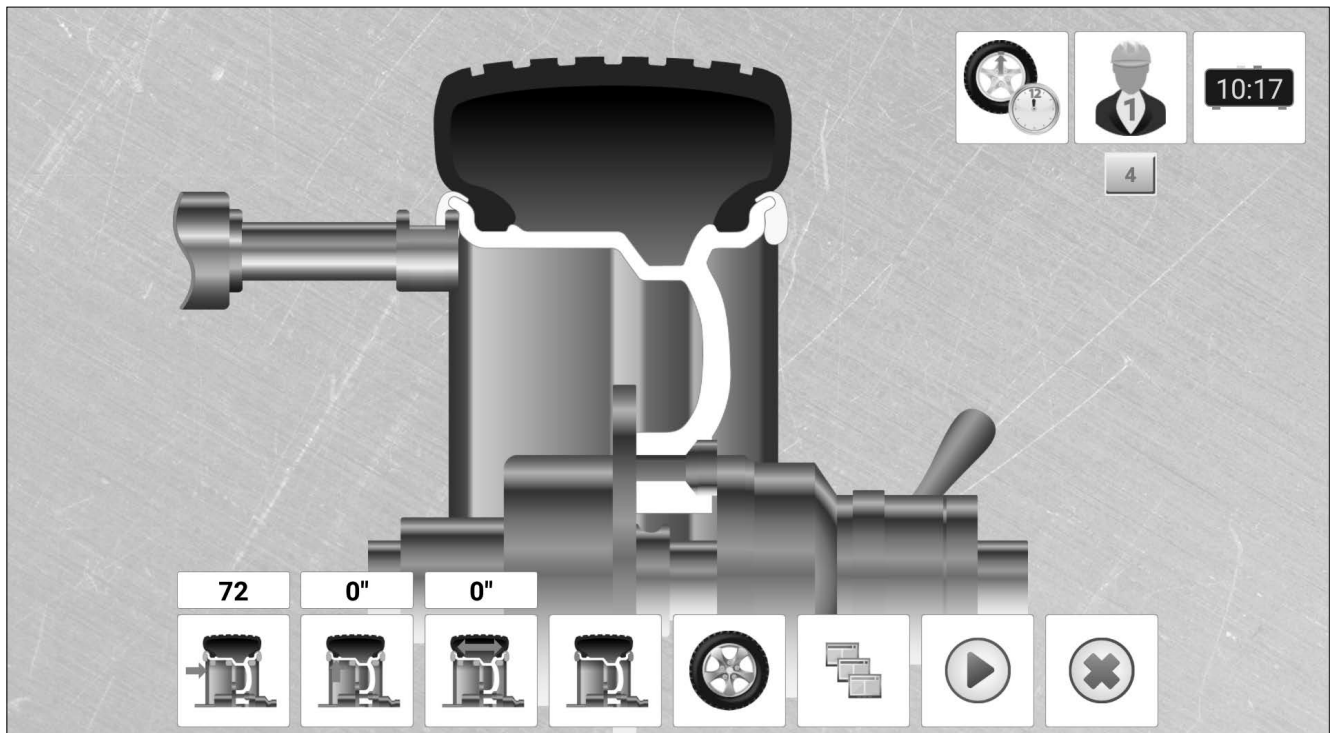

Рис.9. Линейка, положение 1
6.3.4 Выдвинуть линейку до касания предполагаемого места крепления левого грузика, при этом на экране появится изображение линейки (**рис. 9, 10**).